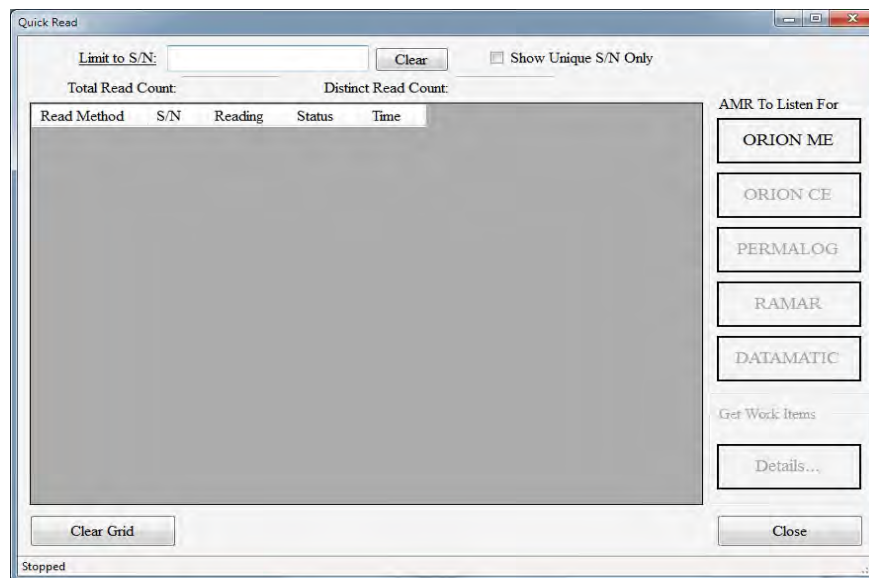

Figura 37: Pantalla Quick Read
*Resultado: Se abre la pantalla Quick Read. (Figura 37).*